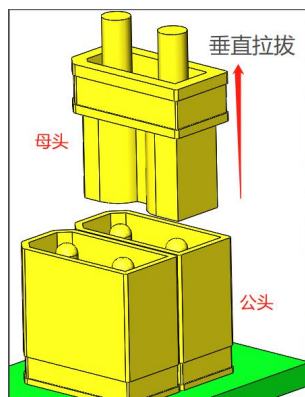
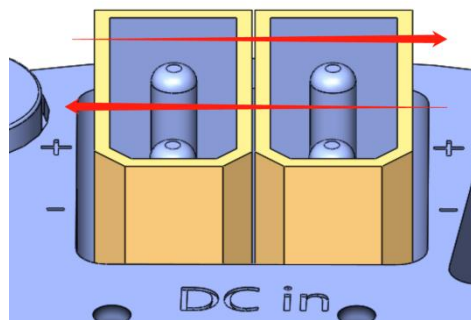

图 5-5 正确插拔方向为垂直方向
图 5-6 请勿左右摇晃电源端子
1、在连接或拔出电源插头时，请在垂直方向对电源端子母头进行插拔（如图 5-5 所示）。电源端子公头能承受的垂直方向拉力极限约为 170 N，能承受的水平方向弯矩极限约为 0.4 N·m。任何时候请勿左右摇晃电源端子（如图 5-6 所示），晃动容易导致电源端子脱落。